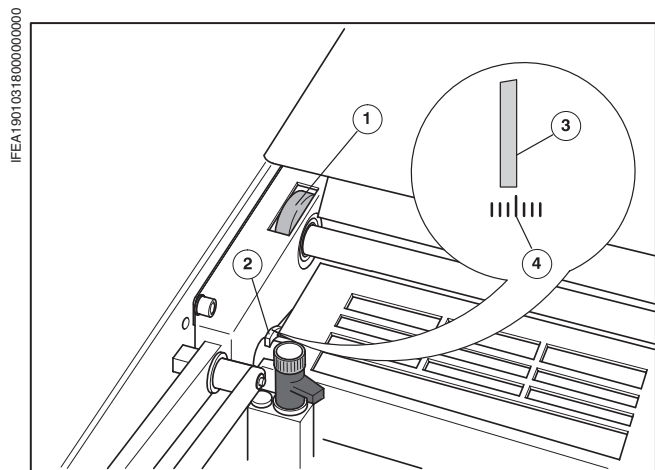

Рис. 28 Боковая приводка
Вращением установочного колеса (Рис. 28/①) во время работы машины изображение можно сместить в сторону на $\pm 2,5$ мм. на оттиске.
Смещение в мм индицируется на шкале (Рис. 28/②). Считать значение на шкале с той стороны стрелки (Рис. 28/③), которая обращена к бумаге (Рис. 28/④ = "нулевая" позиция).